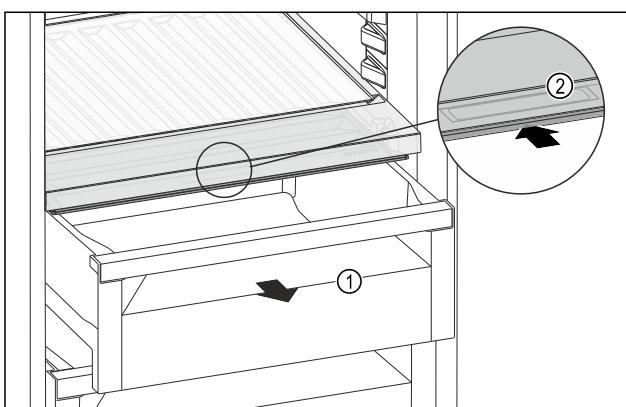

Fig. 108
- Изтеглете чекмеджето Fig. 108 (1).
- Хванете вдлъбнатия захват Fig. 108 (2) на капака на отделението и едновременно с това избутайте назад капака на отделението.